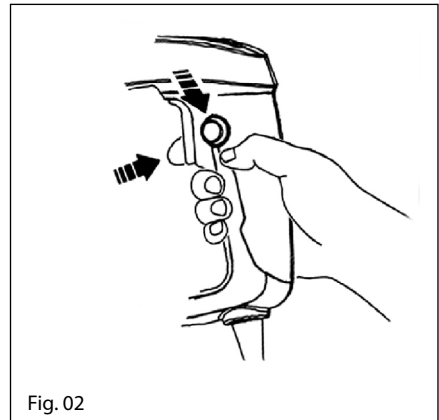

Fig. 02
Botão de pressão (4) **On & Off** (fig.02).
Botão de bloqueio (5) **On & Off** (fig.02).